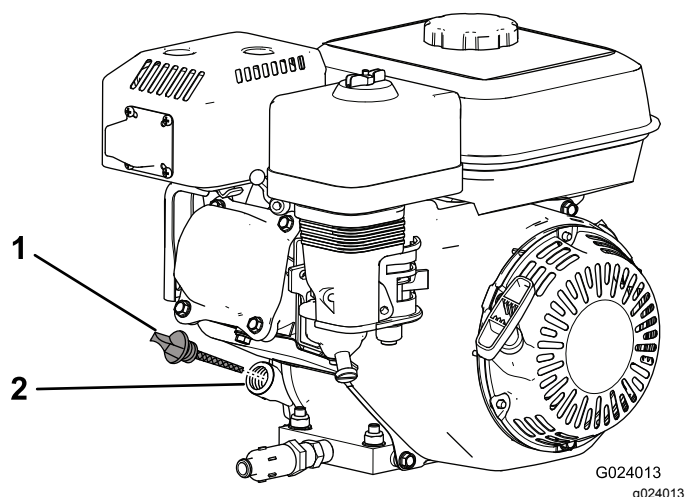

图18
2. 关闭发动机等待发动机冷却然后清洁加油颈盖/量油尺附近的区域 图18。